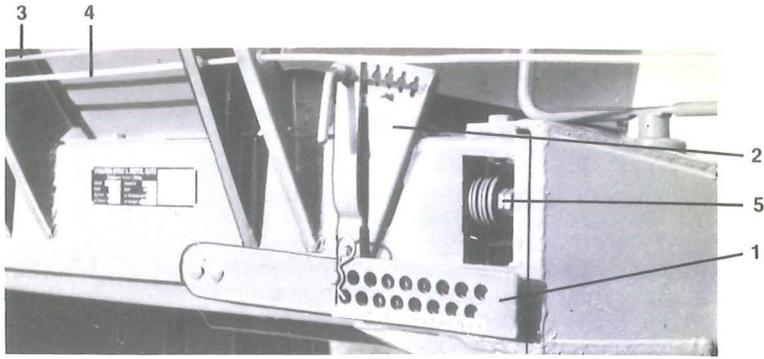
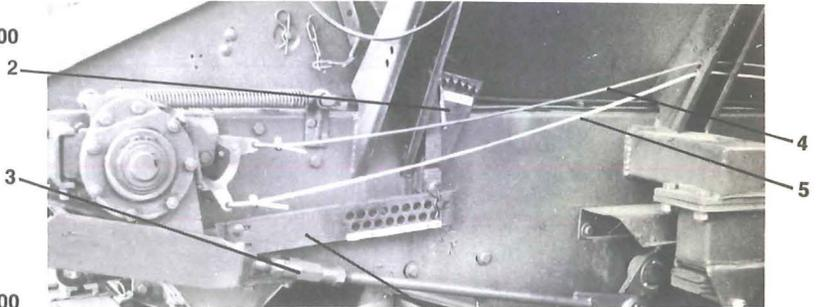

Fig. 3
Fig. 4
En ce qui concerne les chiffres indiqués dans le texte ci-après, par exemple fig. 3/2, le premier chiffre signifie le numéro de l'illustration et le deuxième chiffre la pièce y illustrée.
1. Le débit de distribution est réglé (selon le tableau de distribution) à l'aide de la tôle perforée (fig. 3/1 et 4/1) et de la tôle de réglage fin (fig. 3/2 et 4/2). Le chiffre indiqué dans le tableau d'épandage doit être réglé sur la plaque perforée et la lettre sur la plaque des réglages fins. Le réglage de débit ne doit être effectué que lorsque l'avancement est débrayé. Pour la position de réglage 0A, aucun avancement du fond mouvant ne doit être observé. Autrement, on obtiendra des résultats non conformes au tableau de réglage. Il faut donc procéder à un réglage si ce n'est pas le cas; il faut d'ailleurs ajuster la tige de traction (fig. 4/3).
L'avancement est embrayé ou débrayé depuis le siège du tracteur à l'aide du câble de commande (fig. 3/3 et 4/4 rouge = débrayer, et fig. 3/4 et 4/5 blanc = embrayer). Nous recommandons de déconnecter l'avancement au bout du champ en tirant le câble rouge.
1. Le fond mouvant (fig. 7/1 et 8/1) est un organe surchargé et c'est pourquoi il faut le surveiller d'une façon spéciale. Il doit être tendu régulièrement de façon à ce qu'il ne pende pas au-dessus du dispositif d'épandage (pour retendre le fond mouvant voir fig. 3/5 et fig. 32).